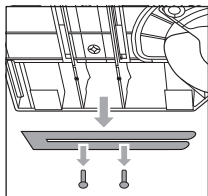

Fig. 1
- ◆ Détachez les clips de retenue **8** situés sous le produit et retirez les barres de guidage **7** (voir fig. 1).